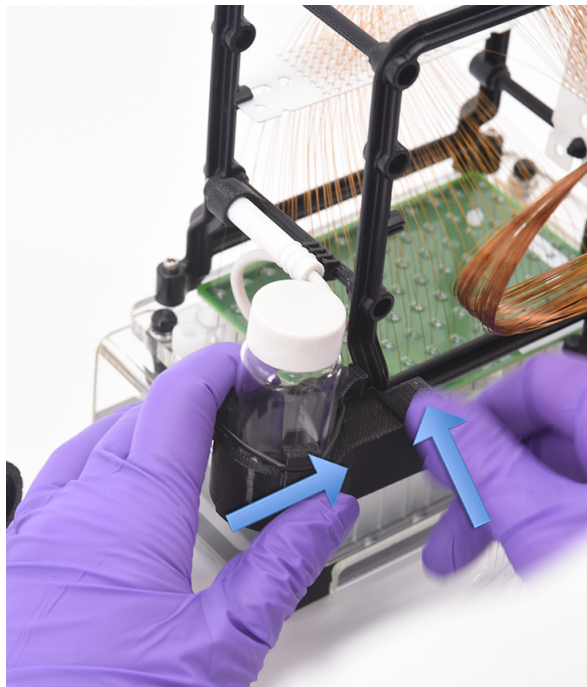

Figure 104 Installation du dispositif de stockage du fuseau de l'array
- 7 Faites glisser le dispositif de stockage du fuseau de l'array sur le bras latéral du capillary array, situé à gauche de la fenêtre du capillary array, et vissez la vis de fixation du capillary array, comme illustré dans la **figure 104**.